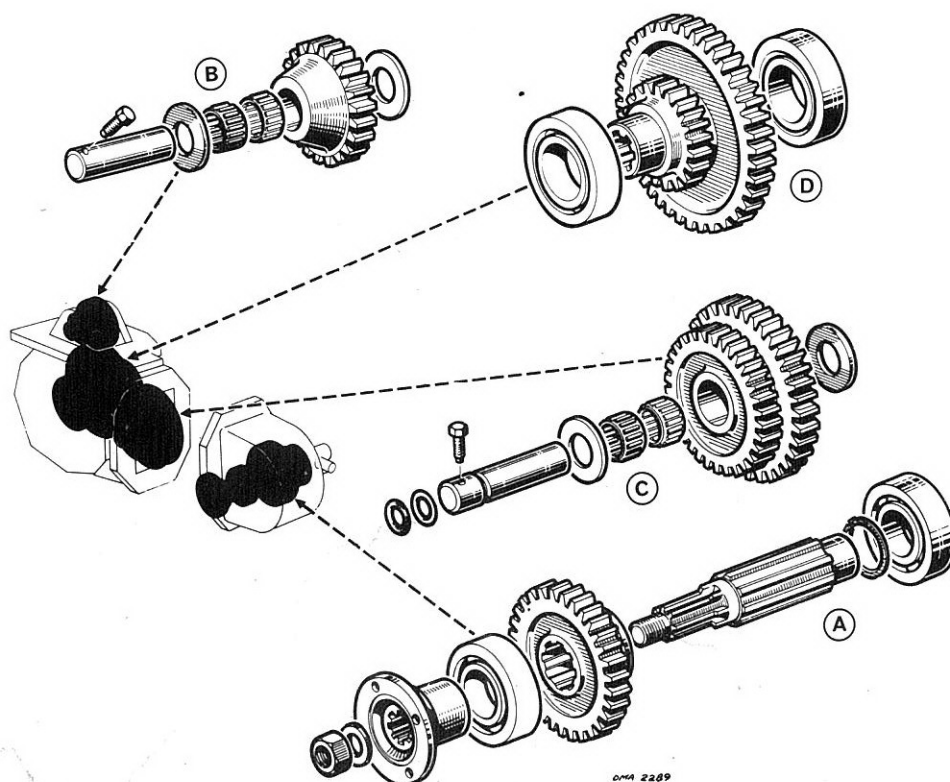

Fig. 11
- (D) - Retirer le pignon (fig. 11).